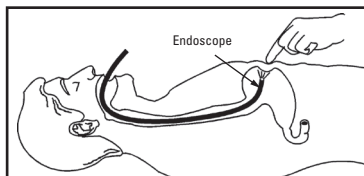

Figure 1
- Introduire l'endoscope et procéder à une insufflation gastrique (figure 1).